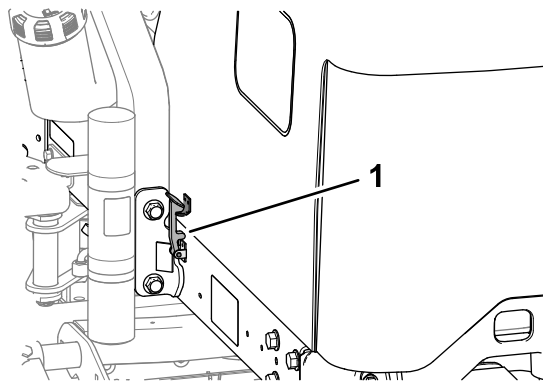

Figure 58
2. Faites pivoter le capot vers le haut et l'arrière (Figure 58).